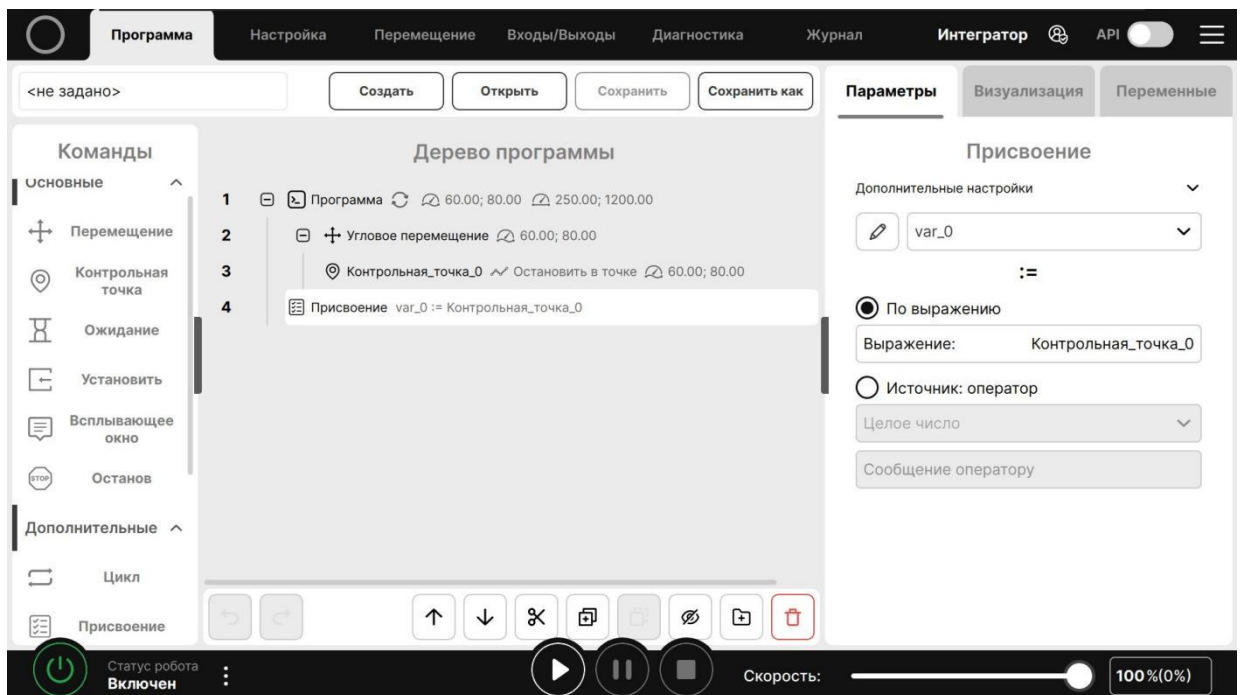

Рисунок 122 – Переменная с координатами точки.
- Координаты любой, заданной в программе, контрольной точки (выпадающий список «Положение» в редакторе графических выражений) (Рисунок 122)